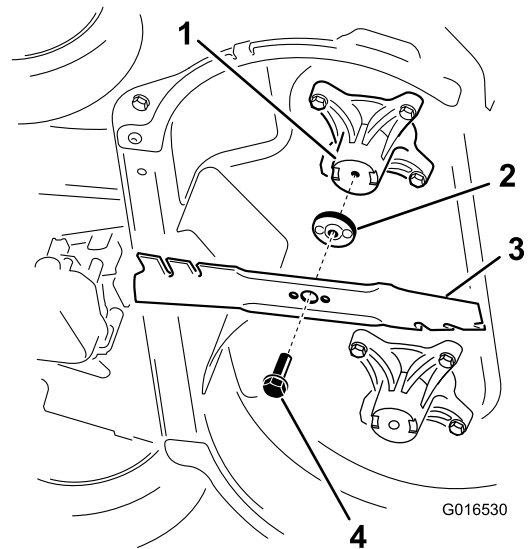

Bild 41
2. Entfernen Sie jedes Messer, siehe Bild 41.
1. Montieren Sie das erste Messer so, dass es horizontal ist, und alle Befestigungen, wie in **Bild 41** dargestellt.